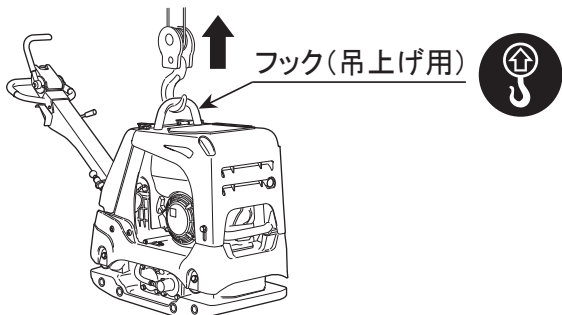

図 21
- 吊り上げる際には、必ず吊り上げ用フックを使用してください。フック以外の場所(ハンドル等)での吊り上げは絶対に行わないでください。(図21)